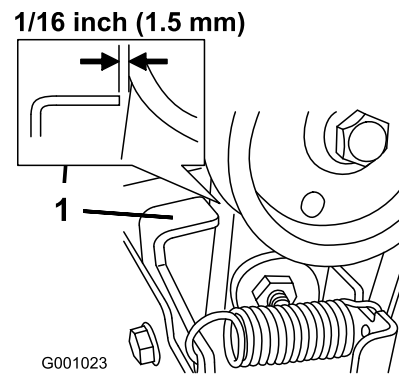

Bild 48
3. Kuppeln Sie den Räumwerk-/Gebläseradhebel aus und stellen Sie sicher, dass der Abstand zwischen der Schneckenkupplung und der Lasche 1,5 mm beträgt (Bild 48).